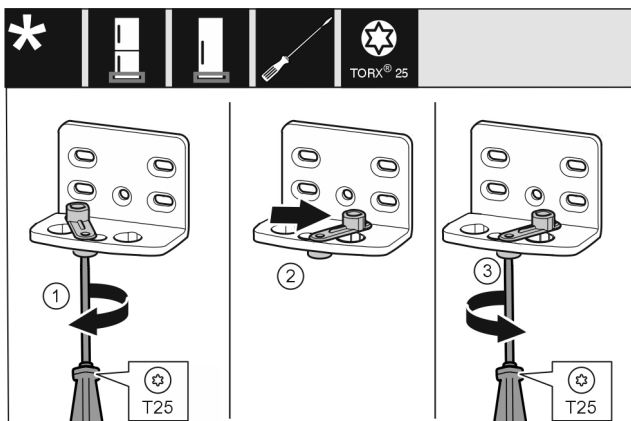

Fig. 17 *
- Schraube Fig. 17 (1) mit Schraubendreher lose schrauben.*
- Türschließhilfe Fig. 17 (2) anheben und um 90° nach rechts in Bohrung drehen.*
- Schraube Fig. 17 (3) mit Schraubendreher festschrauben.*